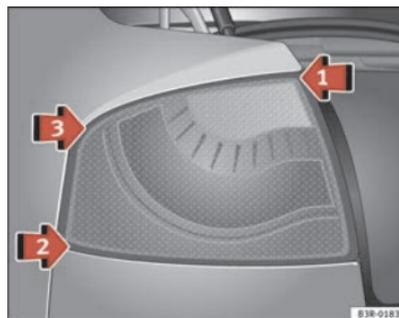
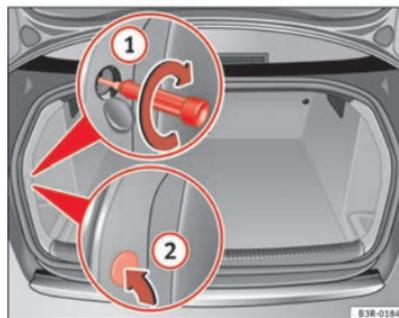

Fig. 215 Montaggio del fanale di coda
Fig. 216 Bagagliaio: posizione della vite di fissaggio del gruppo ottico posteriore
- Sistemare il fanale di coda nella sua conca cominciando dal punto ⇒ pag. 286, fig. 215 freccia ①.
- Premere quindi il fanale di coda nella sua conca prima nel punto ② e poi nel punto ③, finché le clip non si trovano ben fissate nei supporti in gomma.
- Premere leggermente dall'esterno il fanale di coda e fissarlo dalla parte del bagagliaio con la vite ⇒ pag. 286, fig. 216 ①.
- Riapplicare la copertura ② del rivestimento interno.